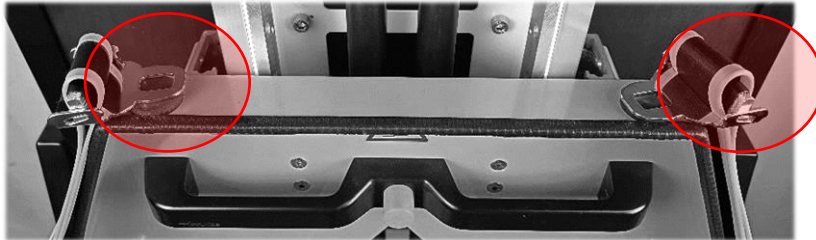

Abbildung 4: Position der Magnete
2. Lösen Sie die Gurte, befestigen Sie den rechten Gurt am rechten Magneten und den linken Gurt am linken Magneten (Abb. 4).